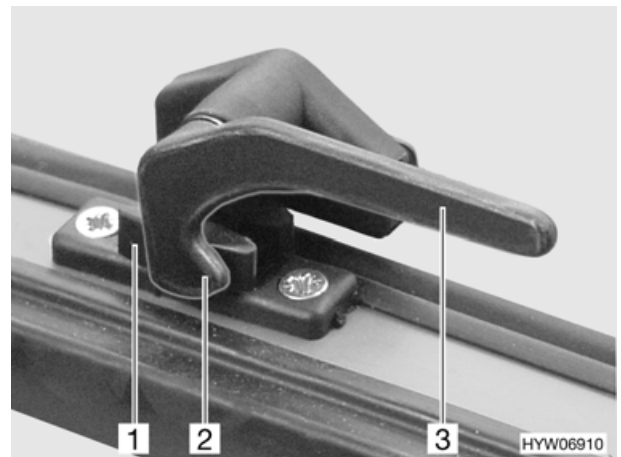

Bild 30 Ausstellfenster, Fenstergriff geschlossen
- Fenstergriff (Bild 30,3) senkrecht stellen oder eine viertel Umdrehung zur Fenstermitte hin drehen.
- Fenstergriff (Bild 30,3) waagrecht stellen oder eine viertel Umdrehung zum Fensterahmen hin drehen. Die Verriegelungsnase (Bild 30,2) liegt auf der Innenseite der Fensterverriegelung (Bild 30,1).